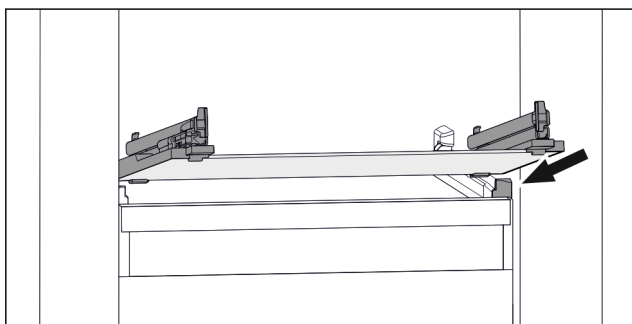

Fig. 82 Příklad znázornění skleněné desky
- ▶ Nasadte skleněnou desku šikmo za zářádky. (viz Fig. 82)